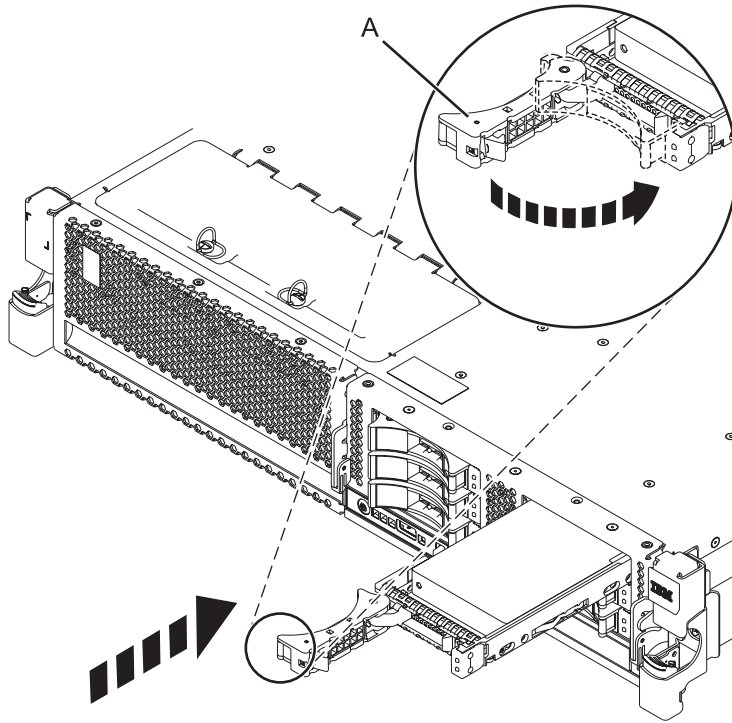

Figure 31. Installation d'une unité de disque dans l'unité centrale
5. Lorsque le voyant d'identification clignote, faites glisser complètement l'unité dans l'unité centrale, et poussez complètement la poignée (A) de l'unité jusqu'à ce qu'elle se verrouille, comme indiqué à la figure 31, à la page 53.